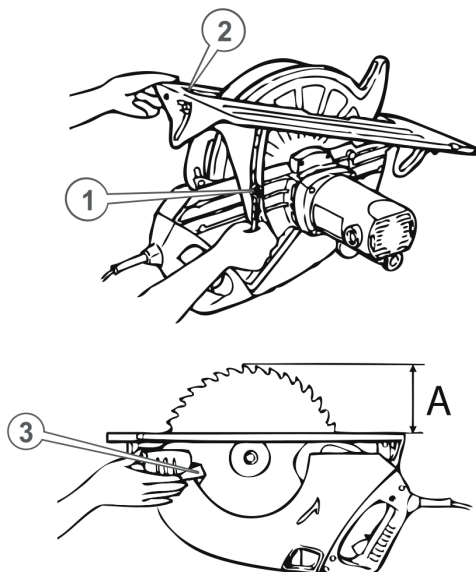

Рисунок 3. Регулювання глибини різі
5.2.2. Регулювання глибини різь (див. рис. 3)
2. Встановити циркулярну пилу на рівній чистій поверхні в положення, як на рис. 3.
3. Послабити фіксатор механізму регулювання глибини різь (1, рис. 3).
4. Обережно підняти край базової основи (2, рис. 3), встановивши необхідну глибину різь (А).
5. Надійно затягнути фіксатор механізму регулювання глибини різі (1, рис. 3).
6. Переконатися, що глибину різі встановлено правильно – посунути рухомий захисний кожух (3, рис. 3) у напрямку руху годинникової стрілки, щоб відкрився циркулярний диск, та виміряти відстань (А).